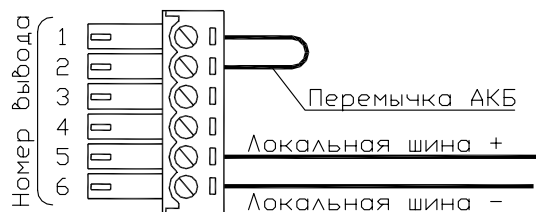

Рисунок 11. Подключение локальной шины и установка перемычки АКБ
- между выводами 1 и 2 разъема 15EDGK-3.5-06P-14-00A установить перемычку из отрезка провода (см. рис. 11);